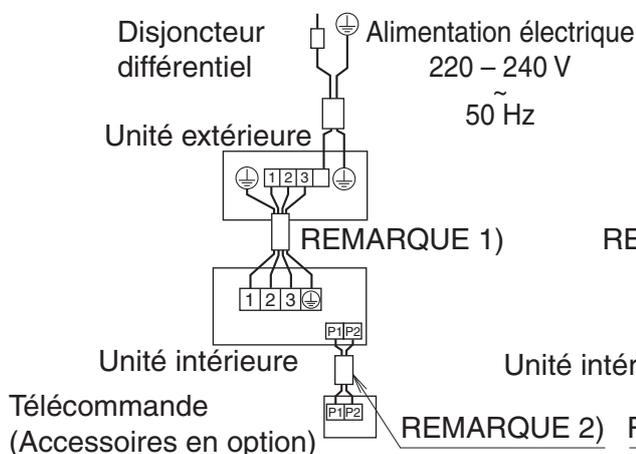

Fig. 40
- **Type en paire:** 1 télécommande commande 1 unité intérieure (système standard). (**Reportez-vous à la Fig. 40**)